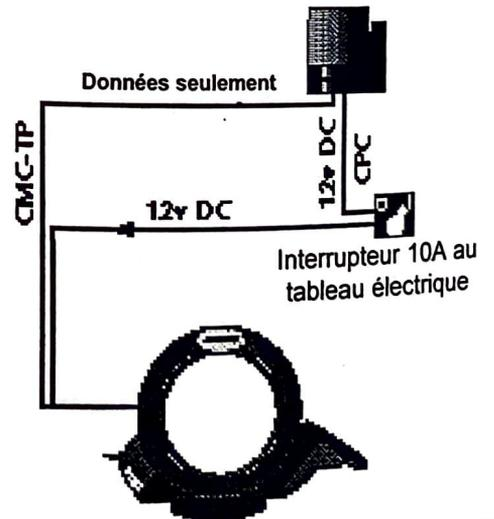

Fig 5.14 - Connexion d'un compas déporté ATC600
**Il faut donc que les éléments Corus reliés au pilote aient leur propre câble d'alimentation (CPC02 ou CPC05 selon longueur). Cf fig5.14.**